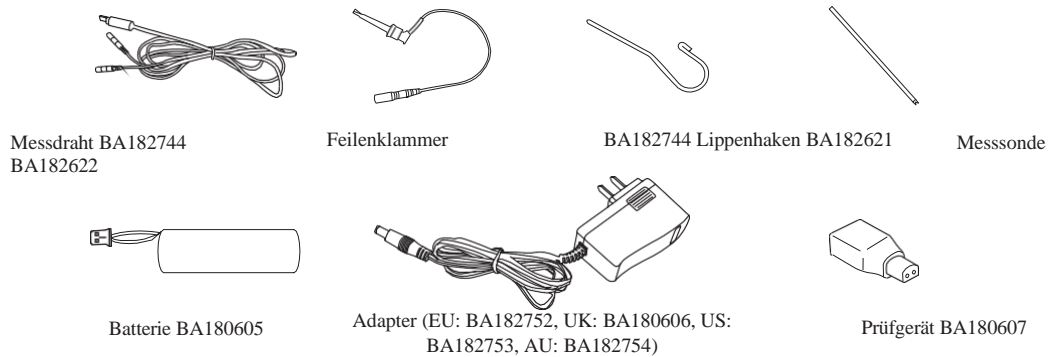

Bild 2
1.4.2 Bilder des Hauptzubehörs (Bild 2)